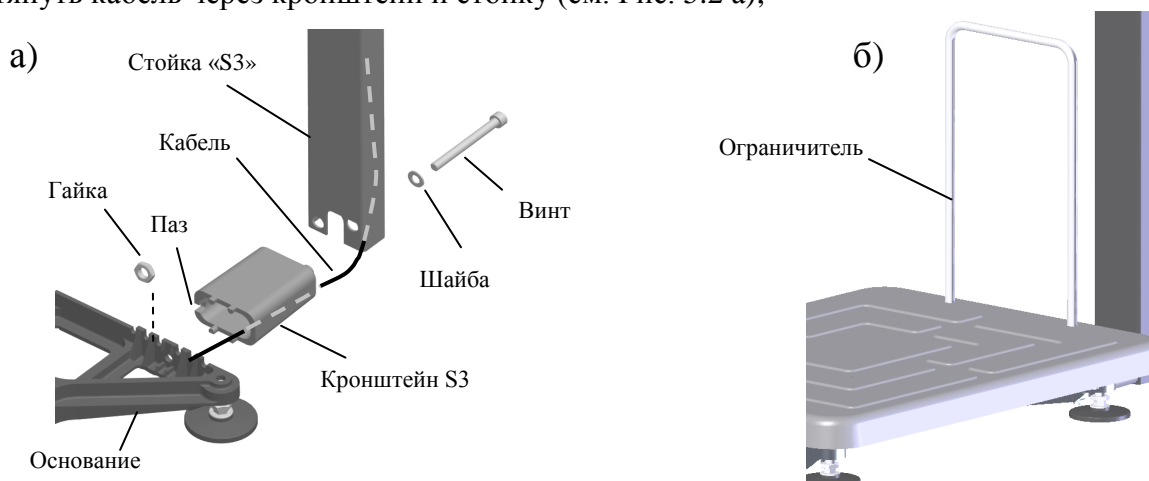

Рис. 5.2 - Крепление прямоугольной стойки к модулю ТВ-S_
- Протянуть кабель через кронштейн и стойку (см. Рис. 5.2 а);
Вложить в винт M8x13 0 шайбу 8. Вставить винт в отверстие стойки и пропустить его сквозь стойку, кронштейн (положение паза кронштейна см. на Рис. 5.2а) и основание модуля. Стянуть винт гайкой M8.
- Плотно вставить в отверстия платформы ограничитель (Рис. 5.2 б).